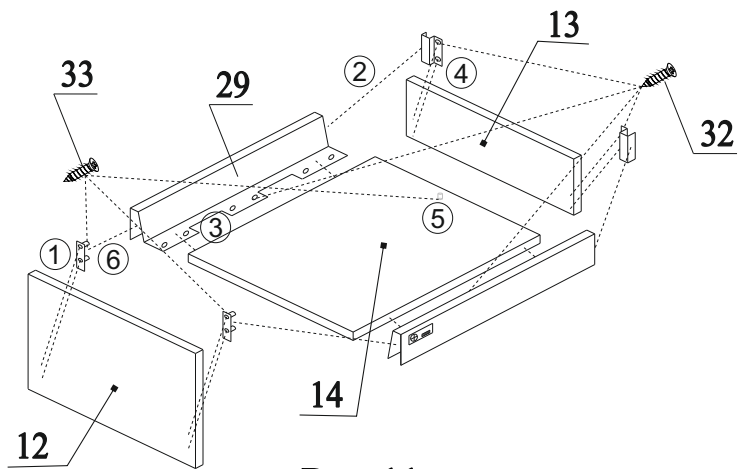

Рис.11
20. Привернуть к детали 12 шурупами 33 держатели боковин из комплекта 29 (1). Соединить боковины и держатели задней стенки из комплекта 29 (2). Соединить деталь 14 с боковинами, закрутить шурупы 32 (3). Прикрутить деталь 13 шурупами 32 к держателям задней стенки (4). Прикрутить деталь 14 к детали 13 шурупом 33 (5). Соединить боковины и деталь 12 (6). Более подробная инструкция находится в комплекте 29 (рис.11);